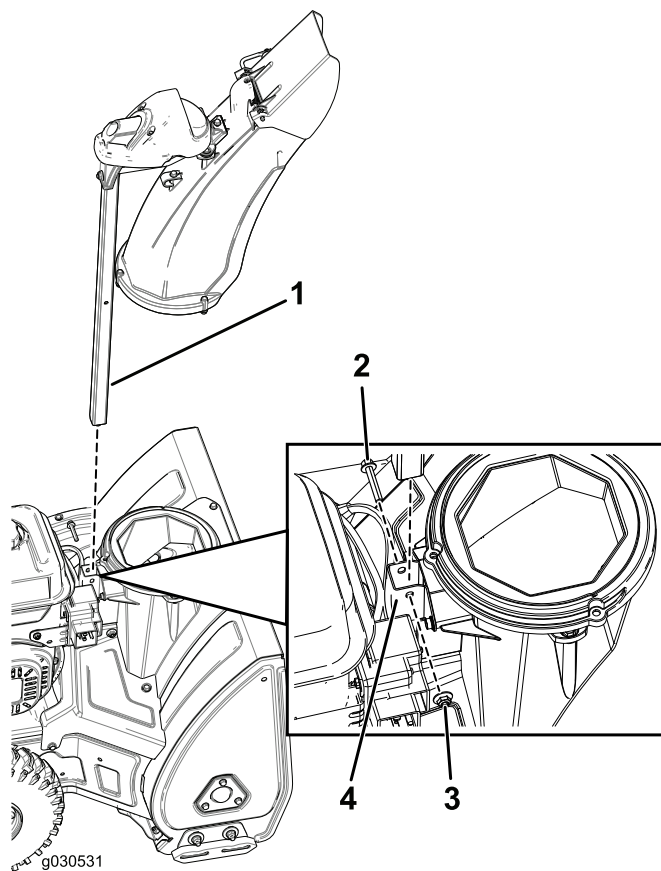

Figura 5
1. Inserite il colonnino del camino di scarico attraverso la staffa nella base della macchina e fissatelo con un bullone e un dado di bloccaggio (Figura 5).